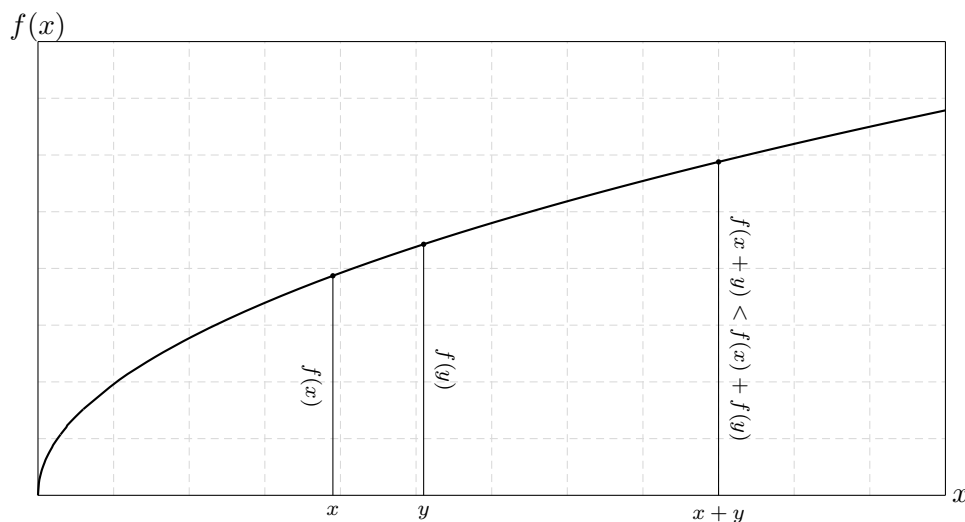

FIGURE 2 – Illustration de la propriété de sous-additivité de la fonction  $f(x) = x^n$  avec  $0 \leq n < 1$
**Indication** Si  $n$  est tel que  $0 \leq n < 1$  alors la fonction  $f : x \rightarrow x^n$  est sous-additive (cf. Fig. 2), cela veut dire que